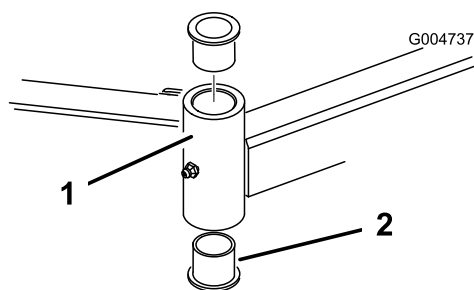

Figura 86
- Inserite un punteruolo nella parte superiore o inferiore del tubo di fissaggio, e spingete la boccola fuori del tubo (Figura 86).